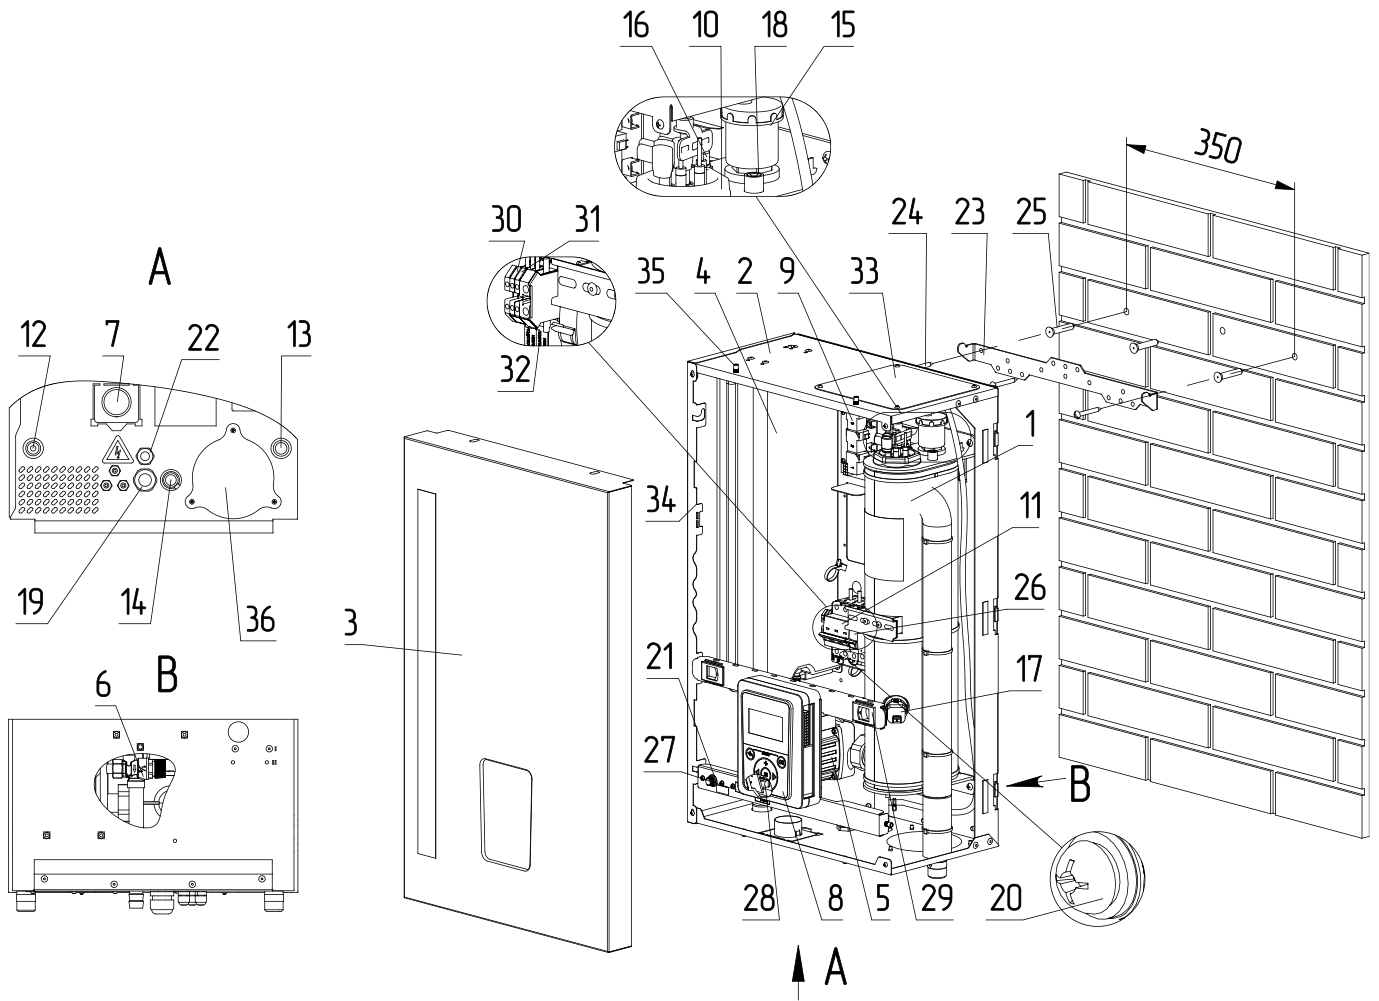

Рис.3 Устройство электрического котла ZOTA МК-Х 4,5-24 кВт
Закрепите настенный кронштейн на вертикальной поверхности в необходимом месте с помощью шурупов, входящих в комплект, и установите на него котел, как показано на **рис.3, 4**;
- извлечь перемычки (**рис.3, 4 поз.32**);
- подключить провода фазы «L» к колодке (**рис.3, 4 поз.30**);
- подключить провода нейтрали «N» к колодке (**рис.3, 4 поз.31**).
- включить вводной автомат (**рис.3, 4 поз.11**) вместе с расцепителем в верхнее положение;
- перевести выключатель (**рис.3, 4 поз 27**) в положение ВКЛ;